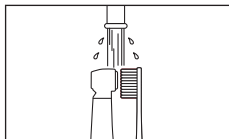

Fig. 12
- 1) Nettoyez les surfaces externes de la pièce à main avec une brosse à dents à poils souples pendant 15 secondes ou plus. (Fig. 12)